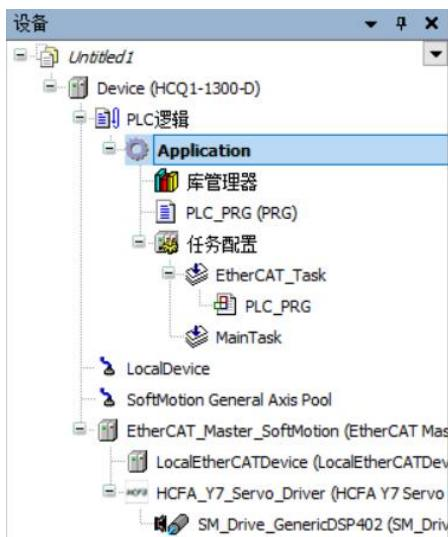

图13-15 添加EtherCAT POU
9. 将①处的【PLC_PRG】拖动到②处的【EtherCAT_Task】上，如图13-15所示。